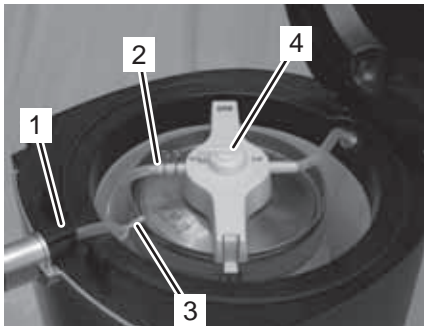

Fig. 20
20. Introduisez le bloc de verrouillage (Fig. 20/1) dans la cavité sur l'appareil.
21. Poussez l'extrémité dégagée du tuyau distributeur sur le raccordement de distribution « Beer Out » (Fig. 20/2).
22. Déplacez les pinces pour tuyaux sur le tuyau distributeur et sur le raccordement de distribution « Beer Out » (Fig. 20/2).
23. Fixez le tuyau distributeur à l'aide de la manette (Fig. 20/3).
24. Réglez le bouton tournant (Fig. 20/4) sur la fonction « Open ».